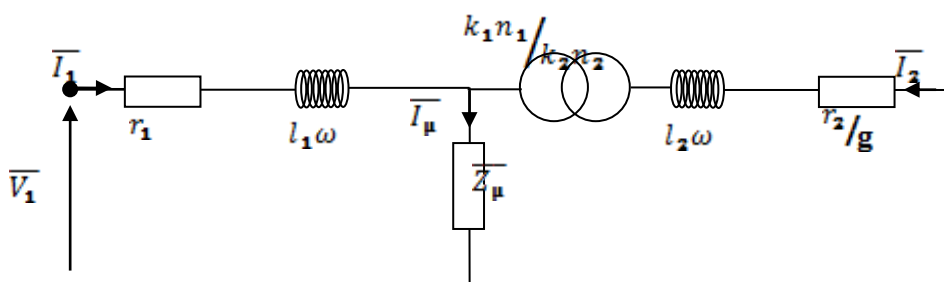

Fig.3
• **Schéma exact** : Si on remplace le transformateur parfait, sans résistance et sans fuites de flux, de la figure1 par un transformateur idéal en reportant dans l'impédance magnétisante le courant magnétisant et les pertes dans le circuit magnétique, on obtient le schéma suivant (figure3):